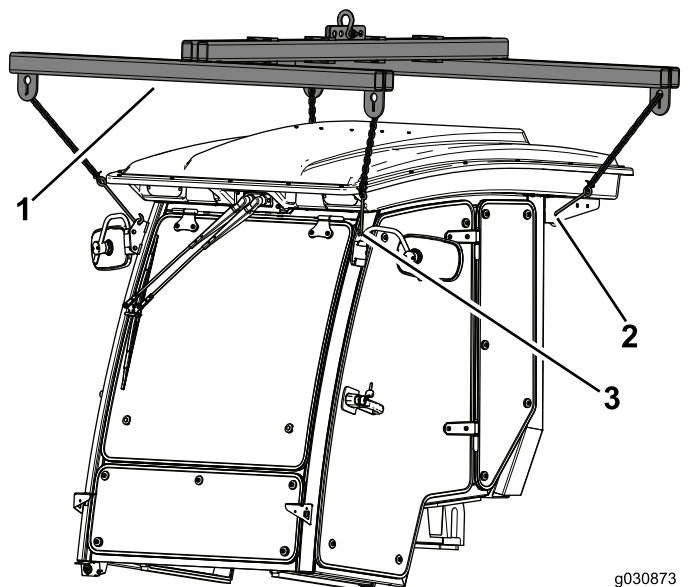

Figura 64
1. Utilice los cuatro puntos de elevación para sujetar la cabina por encima de la máquina (Figura 64).